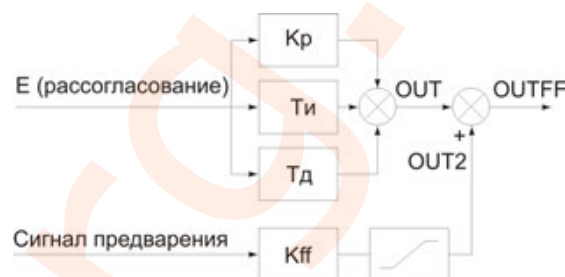

Рисунок 8.90.9 – Функциональная схема формирования выхода ПИД-регулятора с предвращением
С выхода блока сигнал поступает на **СУММАТОР (14)**. К сумматору также подходит сигнал предвращения узла **FEED FORWARD (13)**. Чтобы в блоке ПИД-регулятора появился вход предвращения, параметр 25 *FF.V* нужно сделать «связанным». Сигнал с этого входа усиливается/ослабляется коэффициентом усиления предвращения *KFF*, заданным в параметре 26 *FF.G*, ограничивается уставками, заданными в параметрах 27 *FF.h* и 28 *FF.I* и подается на сумматор. Другими словами, выходной сигнал с ПИД-регулятора суммируется с выходным сигналом П-регулятора канала предвращения (рисунок 8.90.9).